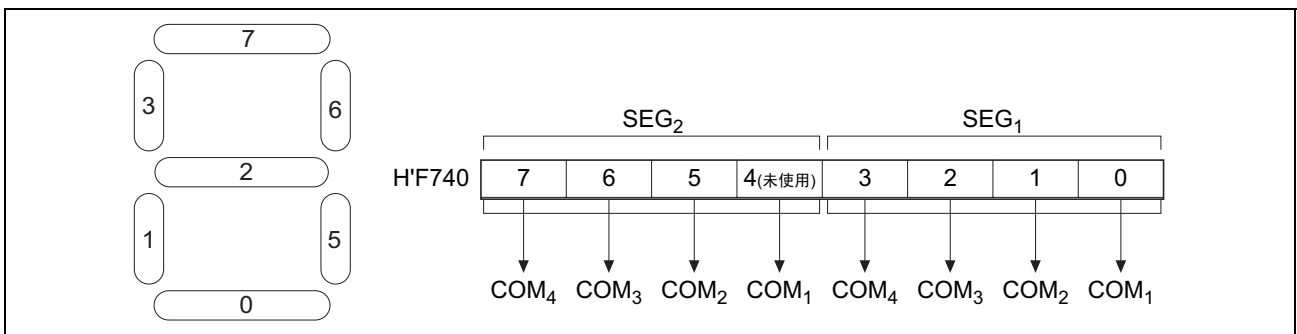

图 6 对应 LCD 的显示/不显示的 LCD RAM 设定值的关系
(7) 对应 6 位 7 段 LCD 的 SEG1、SEG2 的 LCD RAM 关系如图 6 所示。如图 6 所示，当给对应 0~7 的 LCD RAM 的位设定为"1"时 LCD 就显示；清"0"时 LCD 就不显示。